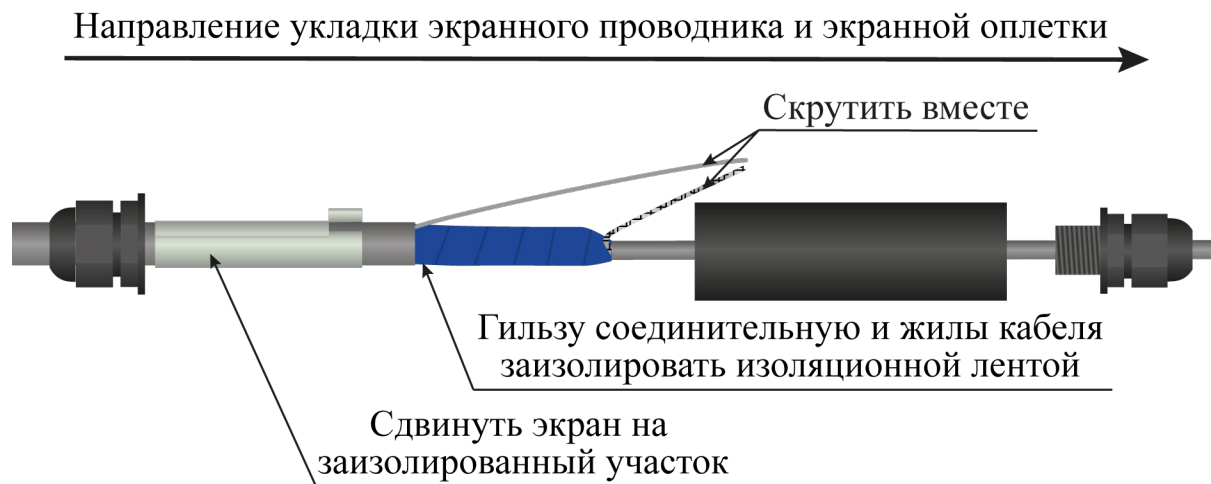

Рисунок 4.43
- гильзу соединительную и жилы кабеля ТППЭп заизолировать изоляционной лентой (рисунок 4.43);
- экранирующий проводник кабеля ТППЭп направить вдоль гильзы и скрутить с экраном кабеля РК (рисунок 4.43);
- сдвинуть экран муфты переходной на место соединения кабеля ТППЭп и кабеля РК (рисунок 4.43);